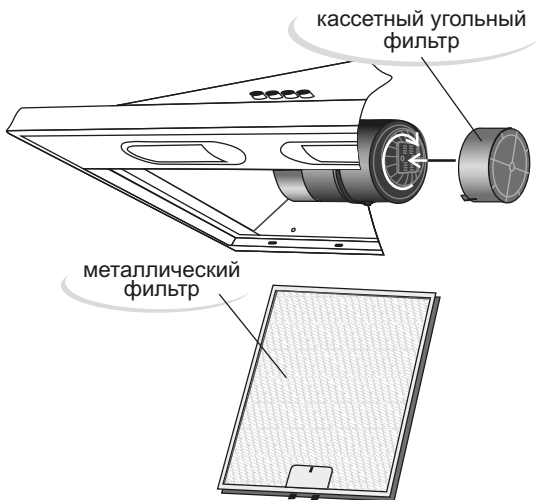
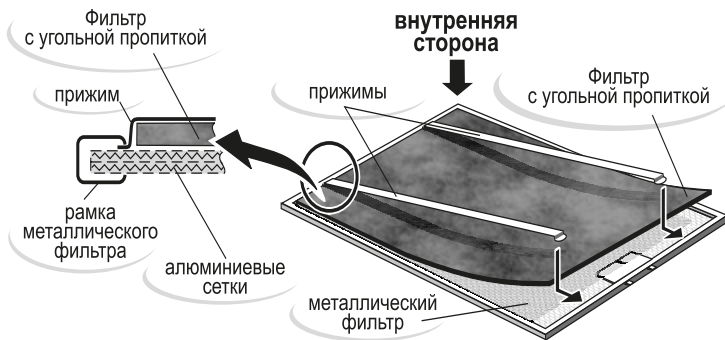

Рис. 3
Рис. 4
- 5.2 С помощью угольных фильтров (рекомендуется устанавливать на воздухоочистители, работающие в циркуляционном режиме) всасываемый воздух, дополнительно очищается частицами активированного угля. На воздухоочистителе могут быть установлены (согласно таблице 3) кассетные угольные фильтры (рис.3), либо фильтры с угольной пропиткой (рис.4). Угольные фильтры не подлежат регенерации и должны заменяться примерно каждые шесть месяцев (в зависимости от интенсивности эксплуатации). Для установки кассетного угольного фильтра оденьте его на фиксирующие элементы в центре вентилятора и поверните по часовой стрелке до упора (рис. 3). Демонтаж фильтра производится в обратном порядке.